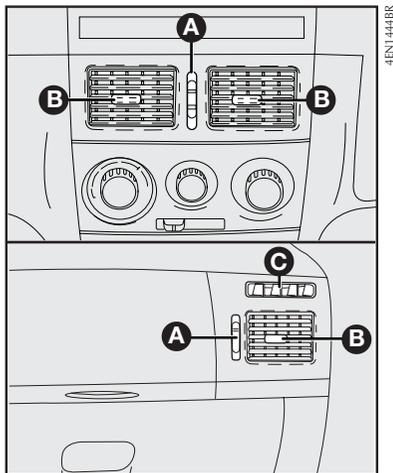

fig. 49
## DIFUSORES ORIENTÁVEIS E REGULÁVEIS - fig. 49
**C** - Difusor fixo para os vidros laterais **fig. 49**.